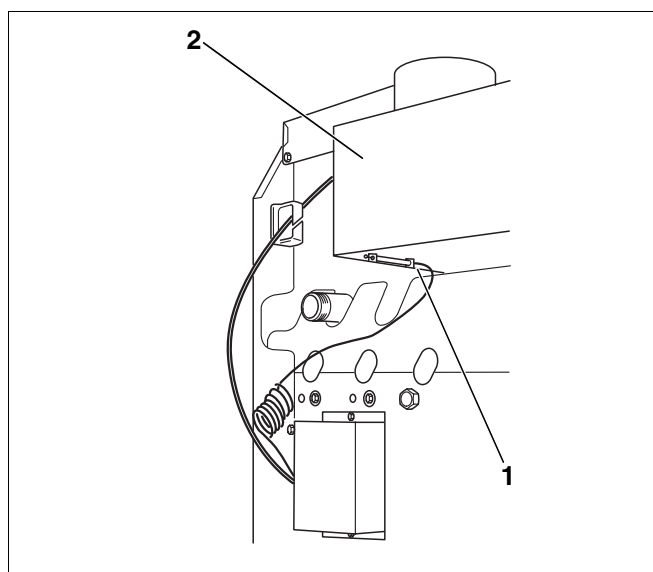

Fig. 34 Verificați sistemul de supraveghere AW 50 al gazelor de evacuare
- Deșurubați senzorul (Fig. 34, **Poz. 1**) temperaturii gazelor de evacuare (Fig. 34, **Poz. 2**) de la siguranța curentului.
- Vârful senzorului de temperatură gaze arse (Fig. 34, **Poz. 1**) se poziționează în timpul funcționării arzătorului în nucleul gazelor arse. Alimentarea cu gaz este întreruptă după maxim 120 secunde și arzătorul este scos din funcțiune. După o perioadă de întârziere de câteva minute, arzătorul va porni în mod automat dacă există necesar de căldură.
- Se montează din nou senzorul de temperatură (Fig. 34, **Poz. 1**) gaze arse.